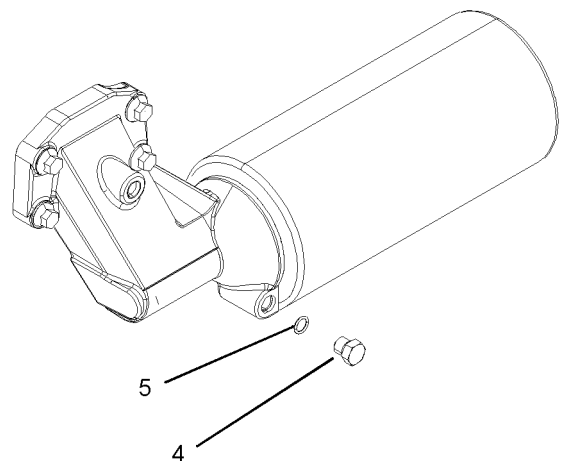

Abbildung 44
5. Den neuen Ölfilter montieren. Den Filter drehen, bis der O-Ring die Dichtfläche (2) berührt. Dann den Ölfilter um eine >-Drehung weiterdrehen.
Anmerkung: Einige Ölfilter können horizontal eingebaut werden. Siehe Abbildung 44. Dieser Typ von Ölfilter kann vor dem Ausbau entleert werden. Das Anziehdrehmoment für diese Ablassschraube (4) beträgt 12 Nm (8 lb ft). Bei Bedarf eine neue O-Ring-Dichtung (5) anbringen. Bei Schritt 1 beginnen, um den Ölfilter aus- und einzubauen.